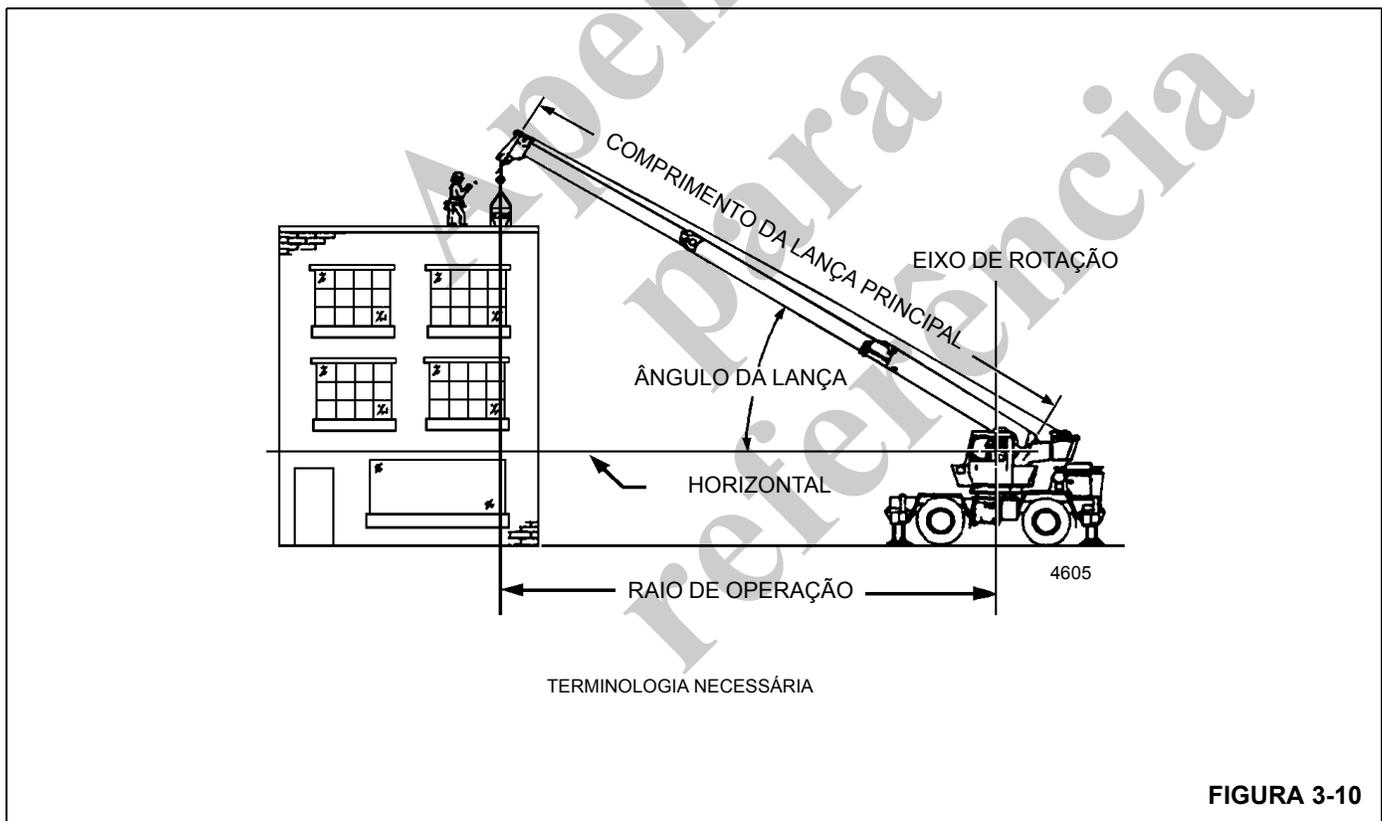

FIGURA 3-10
**NOTA:** Consulte a (Figura 3-10) para os termos que devem ser conhecidos na determinação das capacidades de elevação.